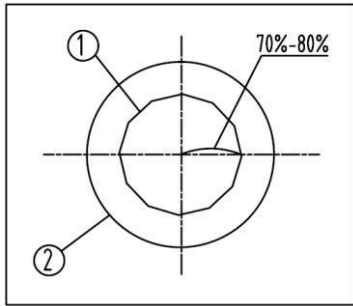

图 28
### 孔径光阑(透射照明) (图 28、29)
- (1) 孔径光阑决定了照明系统的数值孔径。只有照明系统的数值孔径与物镜的数值孔径相匹配,才能获得更好的图像分辨率与反差,并能加大景深。
- (2) 因为显微样品的反差通常较低,在使用时,应转动手柄③,使其箭头对准孔径光阑座④上与物镜倍数相对应的倍率位置,即使聚光镜孔径光阑大小调到物镜数值孔径的 70%-80%。必要时,取下目镜,从目镜筒中观察,调节手柄③,直到见到如图 28 所示的图像,来调节比例。(如图 28 中 ①是指孔径光阑图像,②是指物镜外缘。)